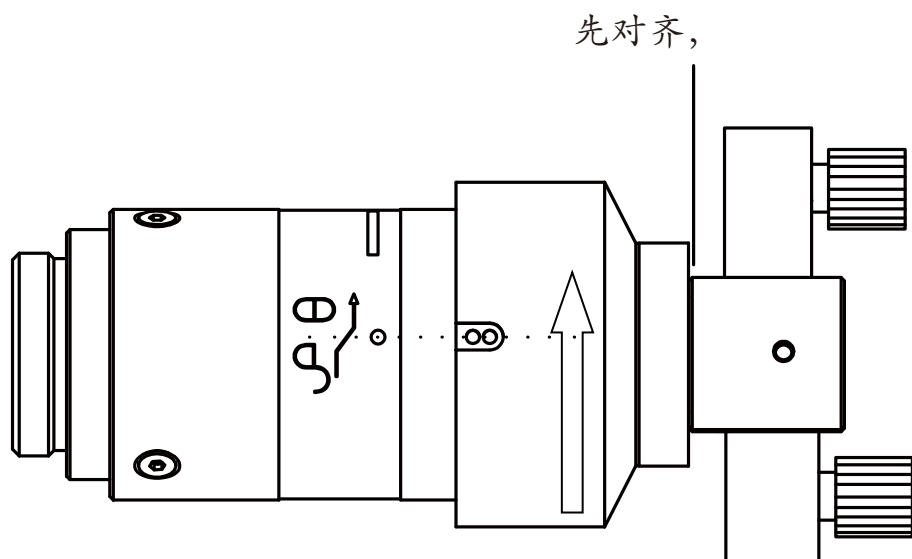

图9
6.插到底后，将转动套上的两个红色标志，按图9方向旋转与白色标志框对齐；